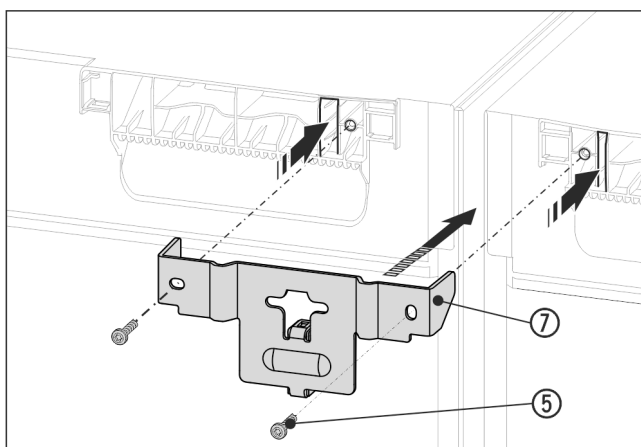

Fig. 16 Reprezentare exemplificativă
- Împingeți vinclul Fig. 16 (7) cu piesa de distanțare între aparate și împingeți-l cu lamelele în planșeul aparatului. Strângeți ferm cu 2 șuruburi Fig. 16 (5).